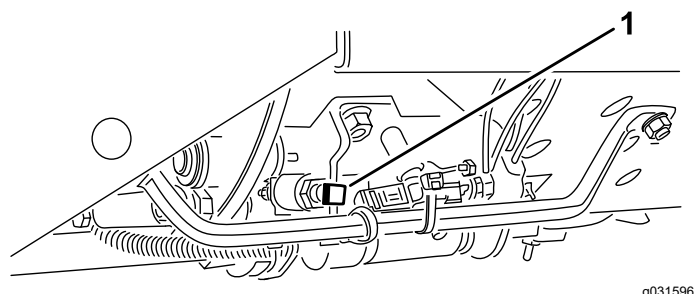

図 25
**重要** 刈り込み速度は、出荷時に 9.7 km/h に調整されています。スピード・ストップねじで、刈り込み速度の増減ができます 図 25。